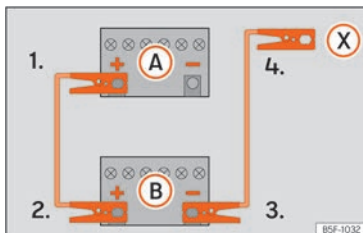

Abb. 45 Anschlusschema für Fahrzeuge ohne Start-Stopp-System.
zeugs mit der entladenen Fahrzeugbatterie (A) »» » **Abb. 45**.
3. Klemmen Sie das andere Ende des roten Starthilfekabels an den Pluspol (+) des Strom gebenden Fahrzeugs (B).
- 4a. Bei Fahrzeugen ohne Start-Stopp-System: klemmen Sie ein Ende des schwarzen Starthilfekabels an den Minuspol (-) des stromgebenden Fahrzeugs (B) »» » **Abb. 45**.